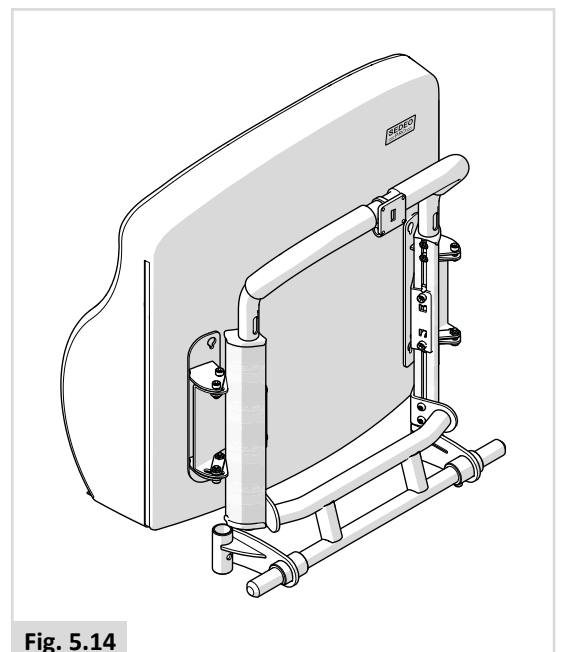

Fig. 5.14
- Cojín de respaldo Sedeo Pro flexible (Fig. 5.14)